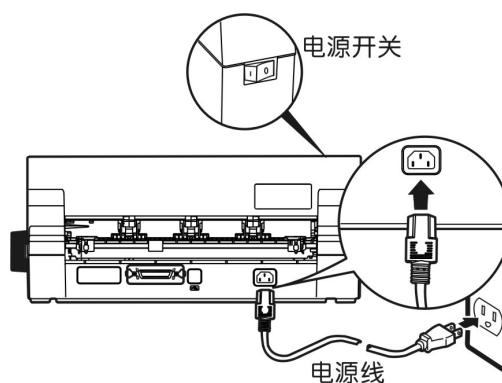

图 2-10：连接打印机电源线
1. 确保电源开关处于关闭状态（按下标志“O”的一边），如图 2-10 所示。